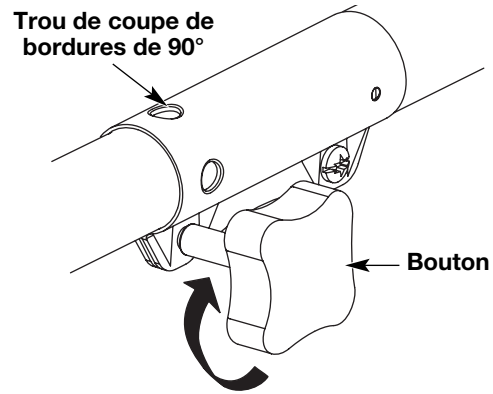

Fig. 13
3. Serrez le bouton en le tournant à droite (Fig. 13).
Pour couper les bordures à l'aide de la tête d'accessoire de coupe sur les modèle EZ-Link^{MC}, verrouillez le bouton de déclenchement de l'accessoire de coupe dans le trou de 90° (Fig. 13).